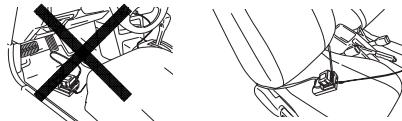

Fig. 14
- Coloque o carregador da bateria em posição no carro. Utilize a alça fornecida com o carregador da bateria para apertar o carregador da bateria na posição e evitar que se mova inadvertidamente. (Consulte a Fig. 14)